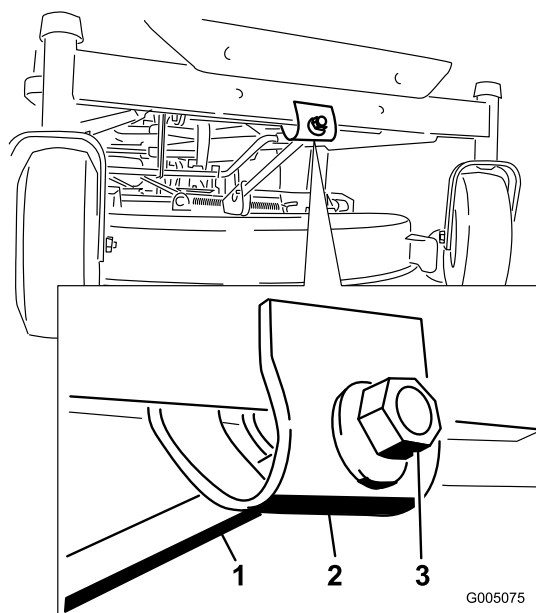

Figure 50
6. Pour régler l'inclinaison avant/arrière des lames, tournez l'écrou de réglage à l'avant du tablier de coupe (Figure 50).